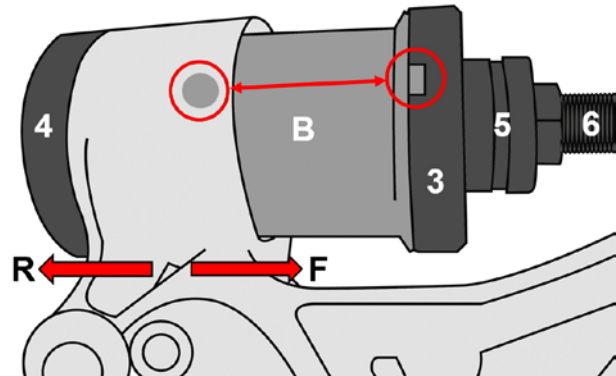

Abb.3
3. Buchse an der Markierung im Querlenker ausrichten (Abb. 3). Mutter (5) auf den Gewindebolzen montieren.